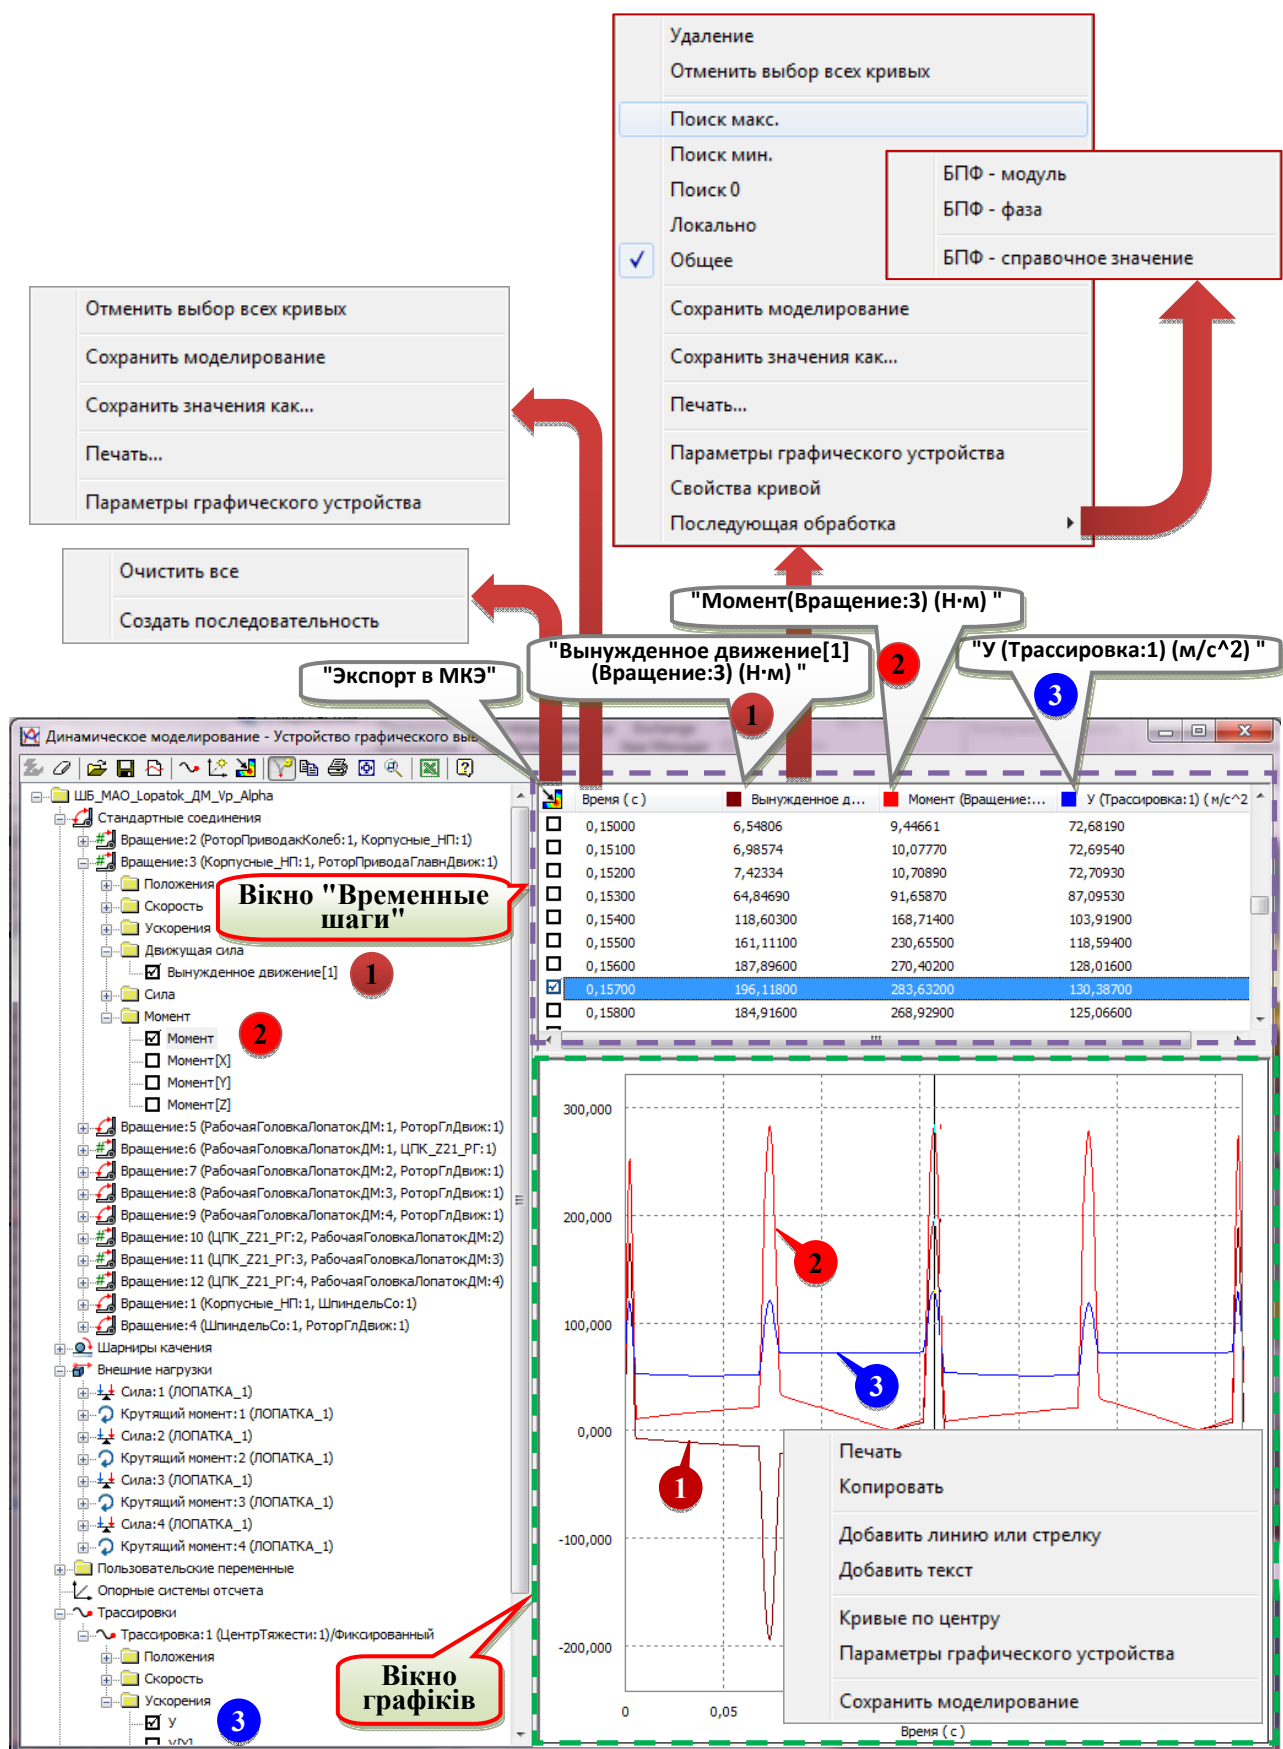

Рис. 9.3. Диалоговое окно "Динамическое моделирование – Устройство графического вывода" ("УГВыв")
- "Как ссылочный элемент" – використання вибраної змінної в якості змінної осі абсцис у вікні графіків (рис. 9.3). Наприклад, якщо ми хочемо проглянути деякі результати не в залежності від часу, а від іншої характеристики, скажімо для верстата MAOLop-03 від кутового положення ротора. Змінна "П[1] Вращение:4" (ШпиндельСо:1, РоторГлДвиж:1) для цього не підходить – положення ротора відносно шпиндельного вузла змінюється не лінійно, а циклічно два рази від -3° до 20° за оборот ротора²⁸. Застосування змінної "П[1] Вращение:3" (Корпусные_НП:1, РоторПриводаГлавнДвиж:1) не зручне для використання. Тому потрібно створити нову змінну за допомогою команди  "Создать кривую" (дивіться розділ 9.2.8).
-  "Экспорт в МКЭ" - відкриття контекстного меню (при наведенні курсору на цю кнопку), в якому доступні такі параметри, як "Очистить все" і "Создать последовательность" часових кроків для аналізу деталі (рис. 9.3). Ці команди слід використовувати для управління даними, що копіюються в файл деталі для аналізу напружень³⁰ (див. також розділ 8.5).
Заголовок таблиці даних, у якому розміщені імена змінних, вибраних у браузері (рис. 9.3). Для кожної змінної, обраної в браузері, відображається один стовпчик (дивіться, наприклад, змінні, значення та графіки з мітками 1, 2 та 3).
- "Поиск макс.", "Поиск мин.", "Поиск 0" - пошук і відображення часових кроків, при яких значення вибраної змінної дорівнює максимуму, мінімуму або 0 (наприклад, Момент (Вращение:3) на рис. 9.3).
- На панелі інструментів діалогового вікна "УГВыв" натисніть кнопку  "Создать кривую" (рис. 9.3).
Для заповнення будь-якого текстового поля в цьому діалоговому вікні можна натиснути кнопку , а потім вибрати часовий крок у колонці  "Экспорт в МКЭ" (див. рис. 9.3).